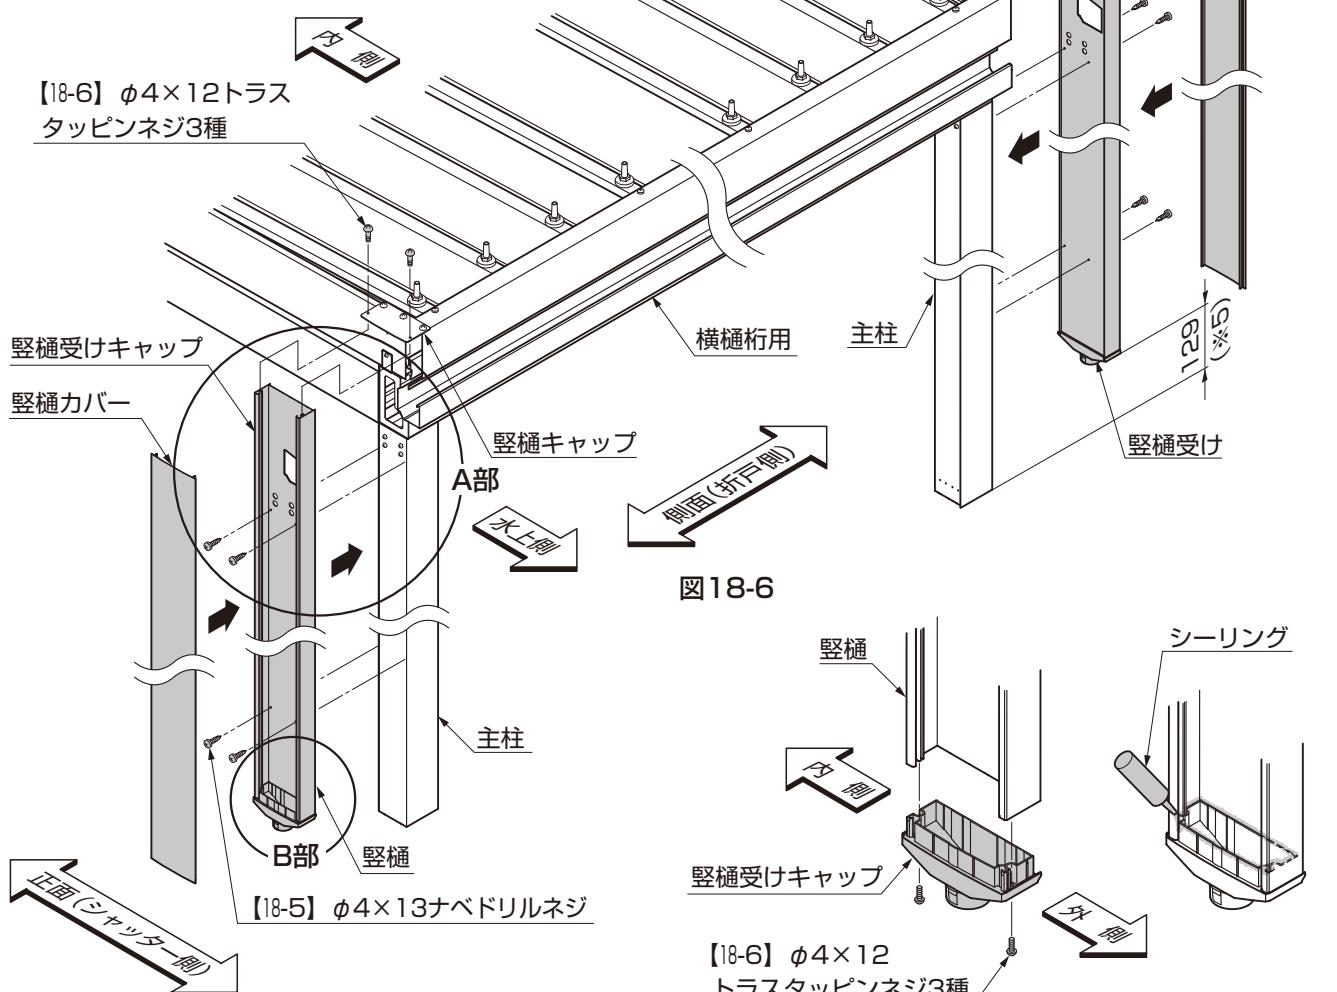

図18-6
- ④ 縦構キャップに【18-6】で縦構を取付けてください。(図18-6参照)
- ⑤ 主柱と縦構を【18-5】で取付けてください。(図18-6参照)
- ⑨ 縦構に縦構カバーをはめてください。(図18-6参照)